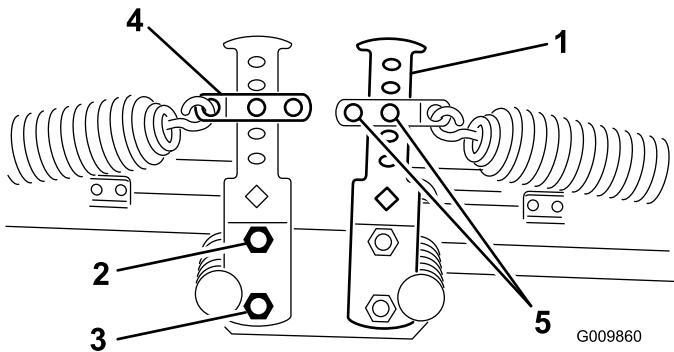
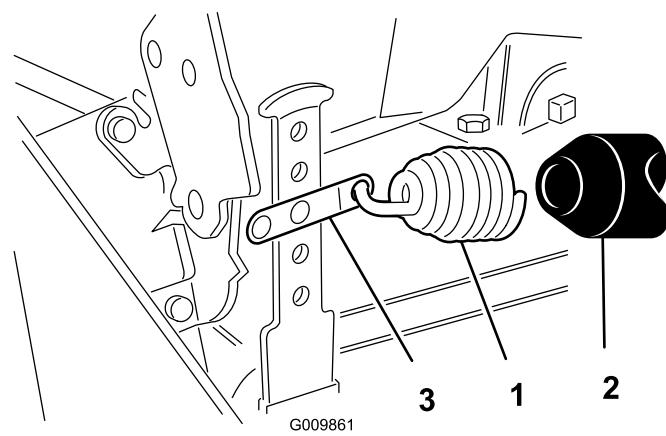

Figure 12
Figure 13
2. Accrochez l'autre extrémité du ressort au trou approprié (voir ci-dessous) des bras d'équilibrage avant et arrière (Figure 12 et Figure 13) avec la jumelle, l'axe de chape et la goupille fendue.
4. Fixez le bas du bras d'équilibrage au bâti à l'aide de la vis et de l'écrou retirés précédemment. Serrez le boulon supérieur (Figure 12).